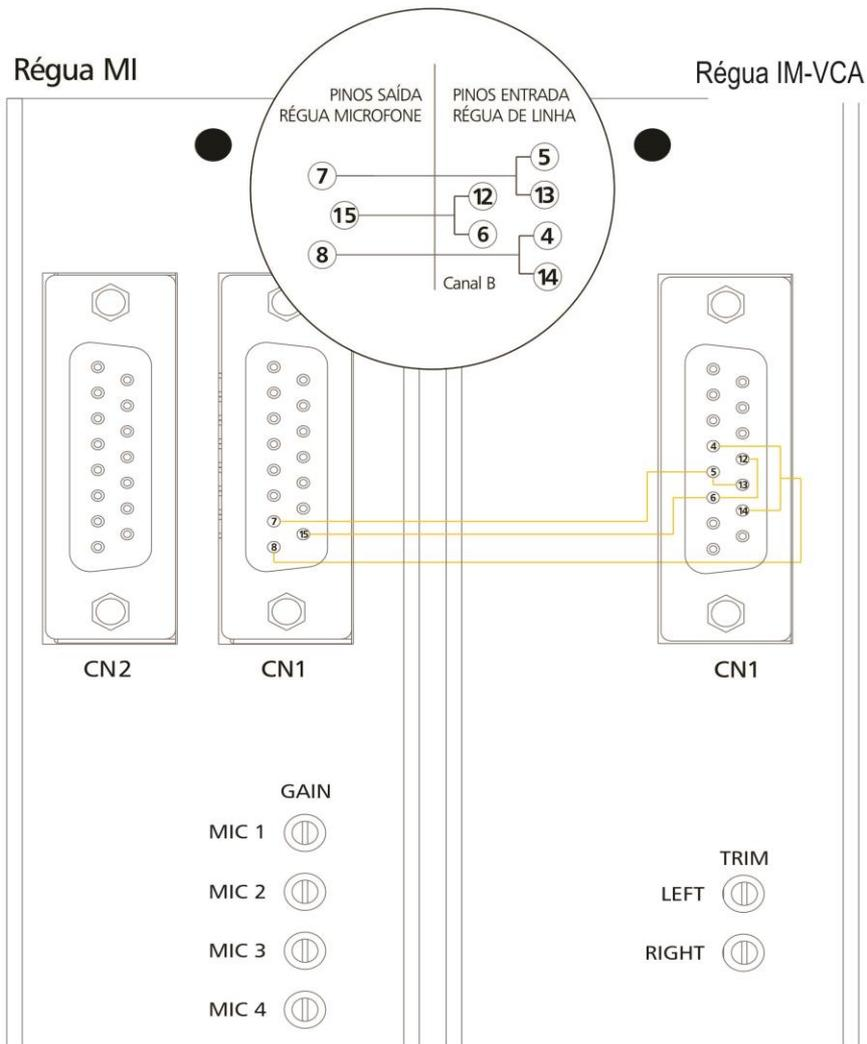

Figura 20: Ligação no canal B.
**ATENÇÃO:** Quando não houver a utilização de processadores de microfones, deverá ser realizado curto-circuito nos pinos 10 com 11 e 13 com 14 do conector CN1, conforme figura 20. Somente os microfones MIC1 e MIC2 aceitam processamento externo individual.